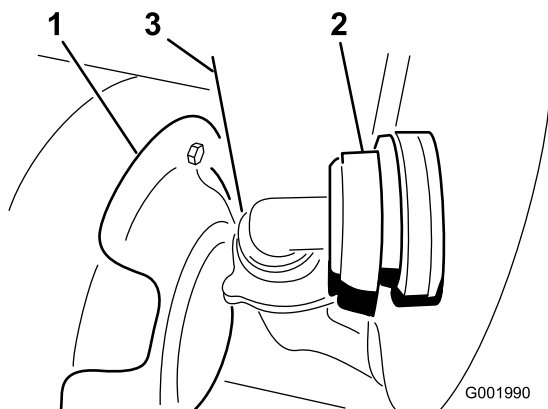

Figura 57
3. Scollegate il flessibile situato sulla parte anteriore del serbatoio, in basso (Figura 57).
Nota: All'occorrenza, mentre rimuovete il carter spingete indietro lo schermo termico (Figura 57).
7. Collegate il flessibile alla parte anteriore del serbatoio (Figura 57).